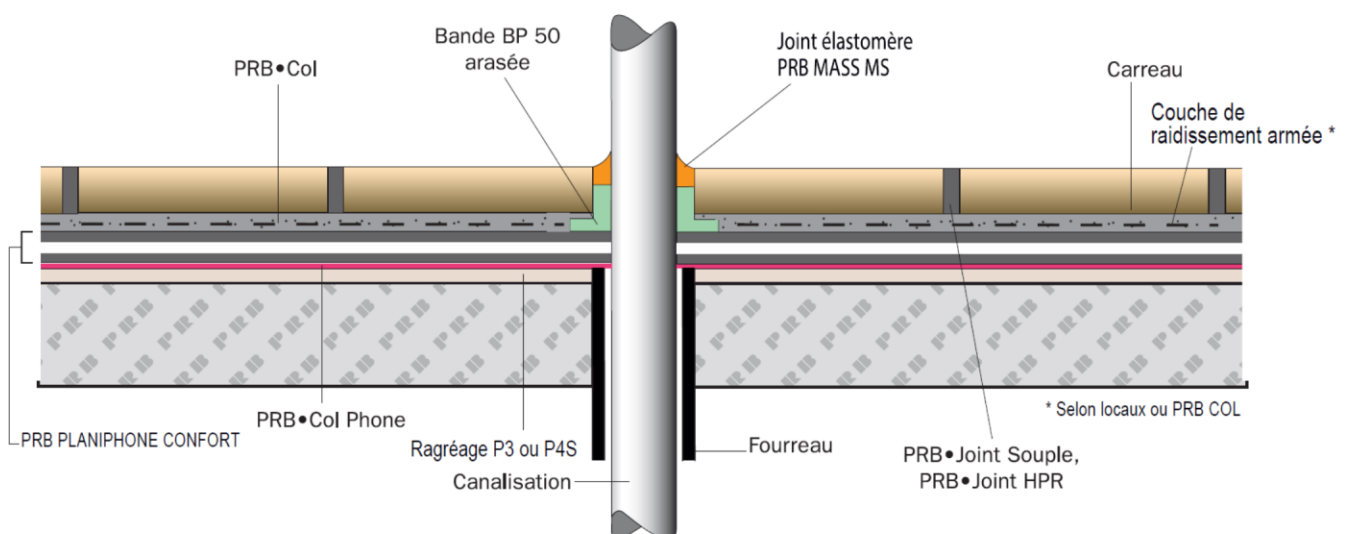

Figure 5 – Traitement des canalisations traversant le plancher
2.4.4.2. Canalisations traversantes (cf. figure 5)